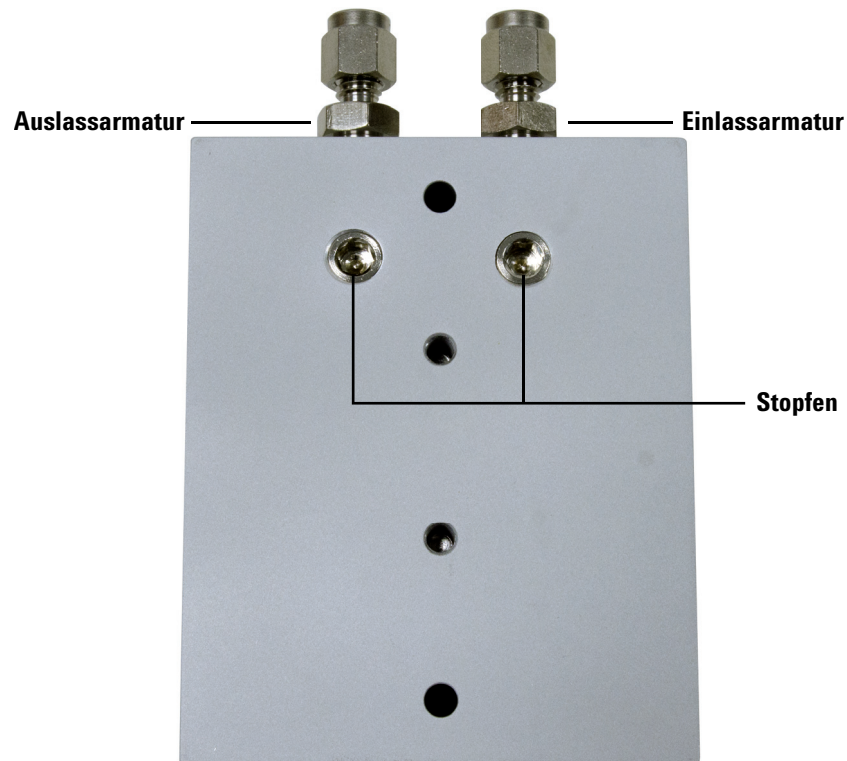

Abbildung 6. Stecker und Ein-/ Auslassarmaturen an der Anschlusseinheit
- a Entfernen Sie mit einem 5 mm Inbusschlüssel die beiden Stecker auf der Unterseite der Anschlusseinheit (**Abbildung 6**).
- b** Entfernen Sie mit einem 1/2-Zoll-Schlüssel die Ein- und Auslassarmaturen am Ende der Anschlusseinheit (**Abbildung 6**).